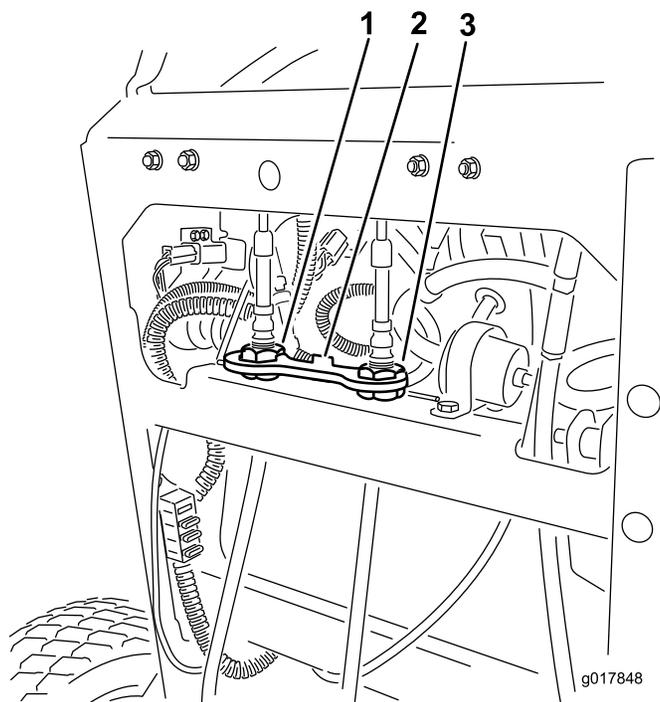

Bild 72
- Setzen Sie das Kabelschloss in die Kabeleinstellmuttern ein, um die Einstellung zu arretieren (Bild 72).